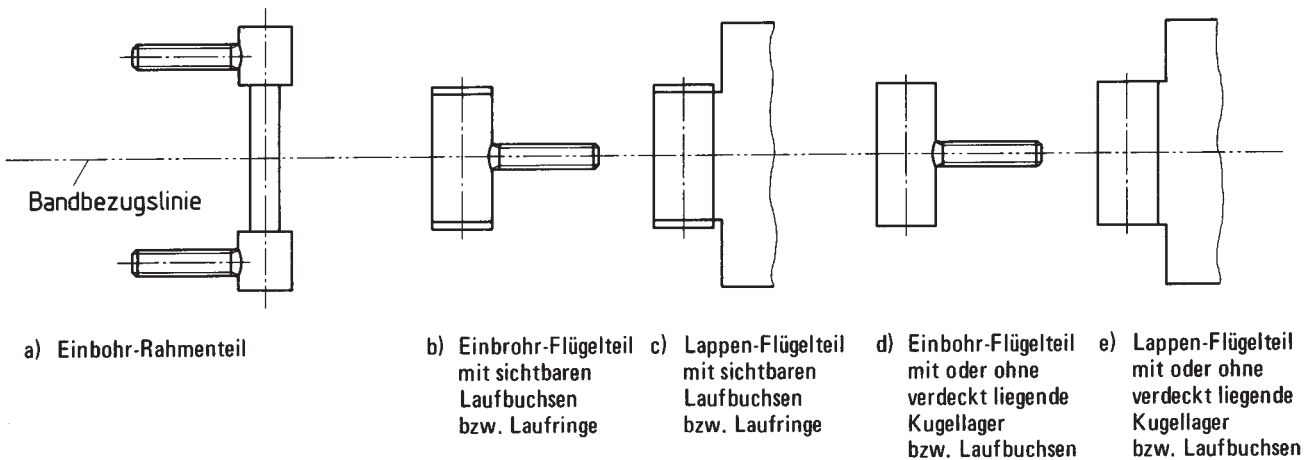

Bild 2.
- Dreiteiliges Einbohr-Einbohr-Band nach Bild 2 a und Bild 2 b bzw. Bild 2 a und Bild 2 d
- Einbohr-Lappen-Band nach Bild 2 a und Bild 2 c bzw. Bild 2 a und Bild 2 e